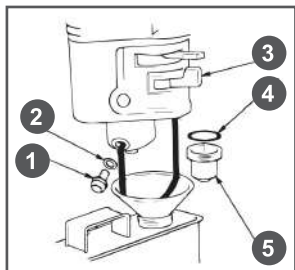

Рис. 20 Обслуживание фильтра-отстойника
- Открутите сливной болт 1 и слейте топливо из карбюратора (Рис. 20).
- Открутите стакан отстойника 5 и промойте его (Рис. 20).
1. Слейте топливо из топливного бака и карбюратора (Рис. 20).